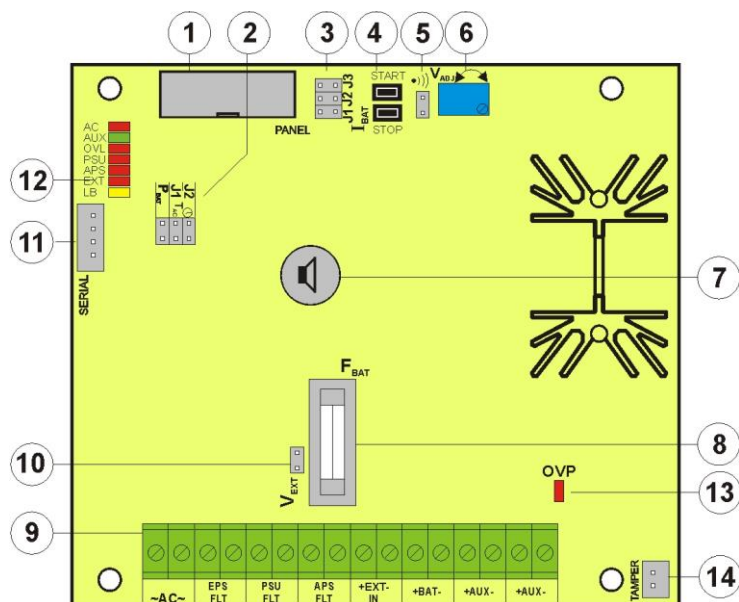

Abb. 2. Ansicht der PCB Platte des Netzteils.
Tabelle 1. Elemente der pcb -Platte des Netzgeräts (Abb. 2).
①	Separationstrafo
②	Patte des Netzgeräts(siehe Tab. 1, Abb. 2)
③	TAMPER; Mikroschalter (Kontakte) des Antisabotageschutzes (NC)
④	FMAINS Sicherung im Kreis der Speisung (~230 V)
⑤	L-N Klemme der Versorgung 230 V,  Schutzklemme
⑥	Steckverbinder des Akkus; positiv: +BAT = rot, negativ: - BAT = schwarz
⑦	Griff des Antisabotagetampers